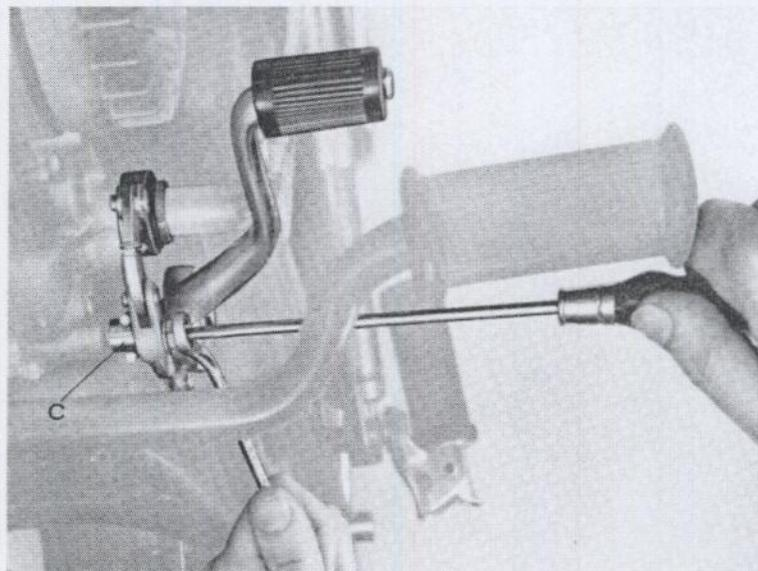

Bild 3
5. Zur seitengleichen Einstellung des Federabhubes ist die Mutter M 6 am Exzenter „C“ zu lösen und der Exzenter (wie Bild 3 zeigt) mit einem Schraubenzieher so zu drehen, bis die beiden Federenden sich nach beiden Seiten gleichmäßig abheben. Nicht vergessen die Mutter M 6 am Exzenter durch Gegenhalten mit Schraubenzieher wieder fest anzuziehen.